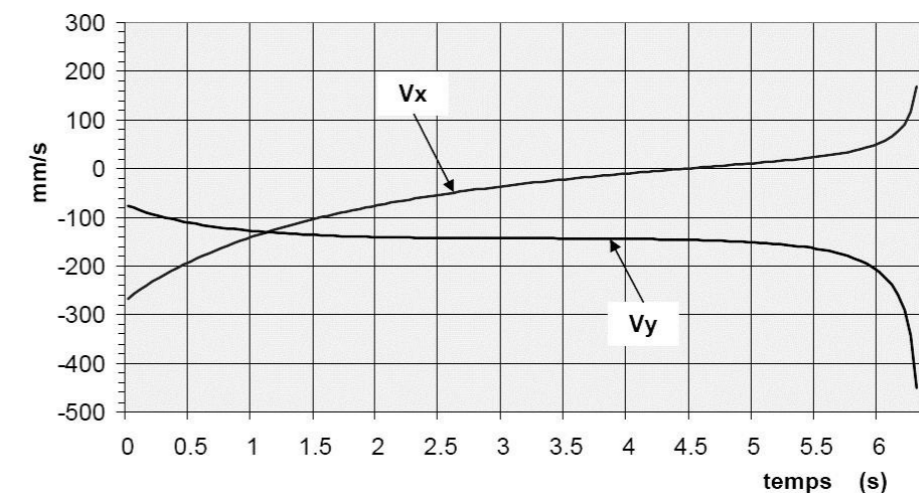

Figure 13 : évolution des composantes du vecteur vitesse en H, en phase de fermeture dans le repère (x, y)
6.9. À partir d'une simulation informatique, on a défini l'évolution des composantes du vecteur vitesse $\vec{V}_{H \in 27+28/16}$, en phase de fermeture, sur la **figure 13**. **(0,5 point)**
Déterminer, à l'aide de la **figure 13** les composantes de $\vec{V}_{H \in 27+28/16}$ au moment de l'impact et calculer sa norme. Comparer avec l'exigence correspondante du cahier des charges. Conclure. **(0,5 point)**